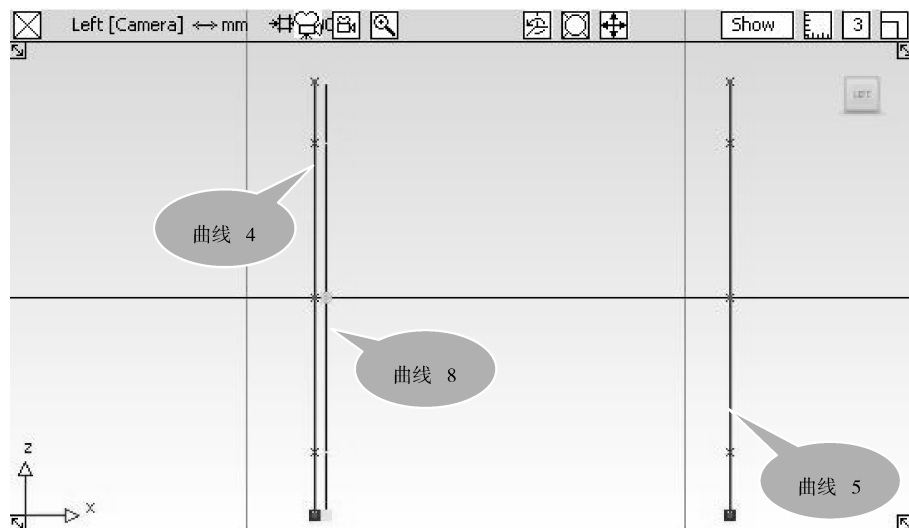

图 3-74 手电筒纹样轮廓线
- 19 选择【Move】工具, 在【Left】视图中, 按住鼠标中键, 在视图空白处拖动, 移动到紧挨着曲线 4 的右侧, 将其编号为曲线 8, 如图 3-74 所示。